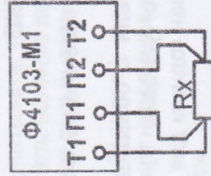

Рисунок 6.5
6.3.1 Измерение активного сопротивления проводить по схеме (см. рисунок 6.5) и методике 6.1.2.5.